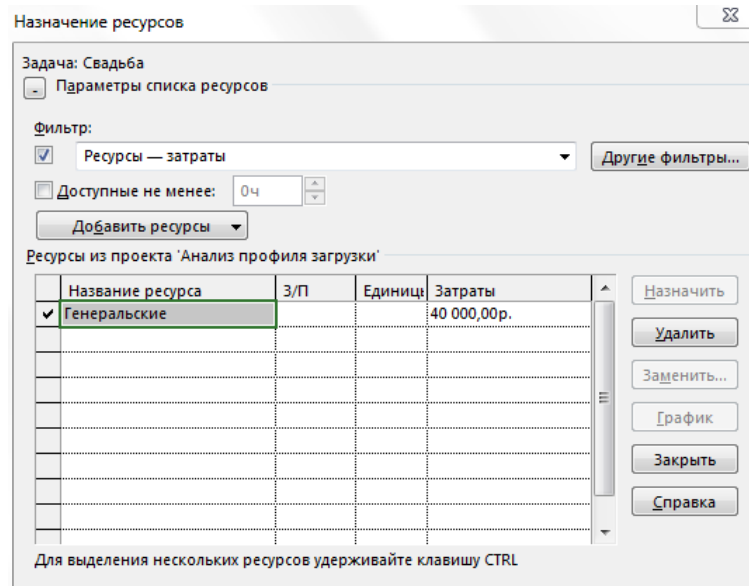

Рисунок 5.64 – Назначение затратного ресурса
- В окне назначения ресурсов указывается конкретная сумма затрат на задачу (см. ниже рисунок 5.64).